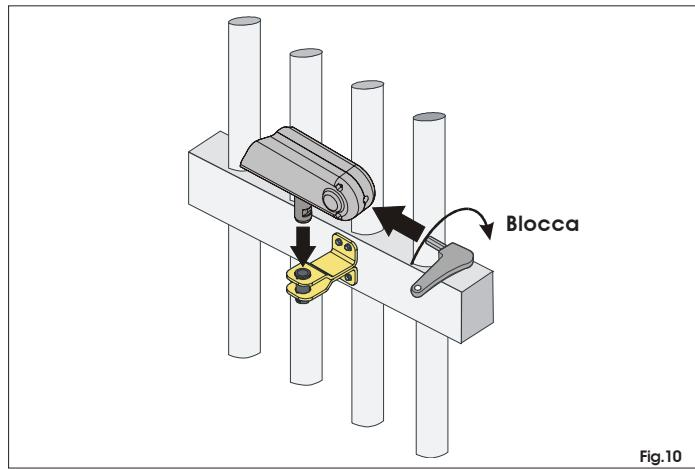

Fig.10
Fissare l'operatore all'attacco anteriore come indicato in Fig. 10 e ruotare la chiave di sblocco in senso orario fino alla battuta di chiusura.
- Riposizionare l'operatore sull'attacco anteriore (Fig. 10);